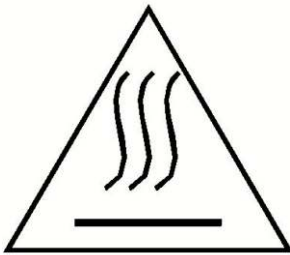

Fig.2
- Toutes les surfaces accessibles peuvent devenir chaudes pendant l'utilisation (Fig.2).